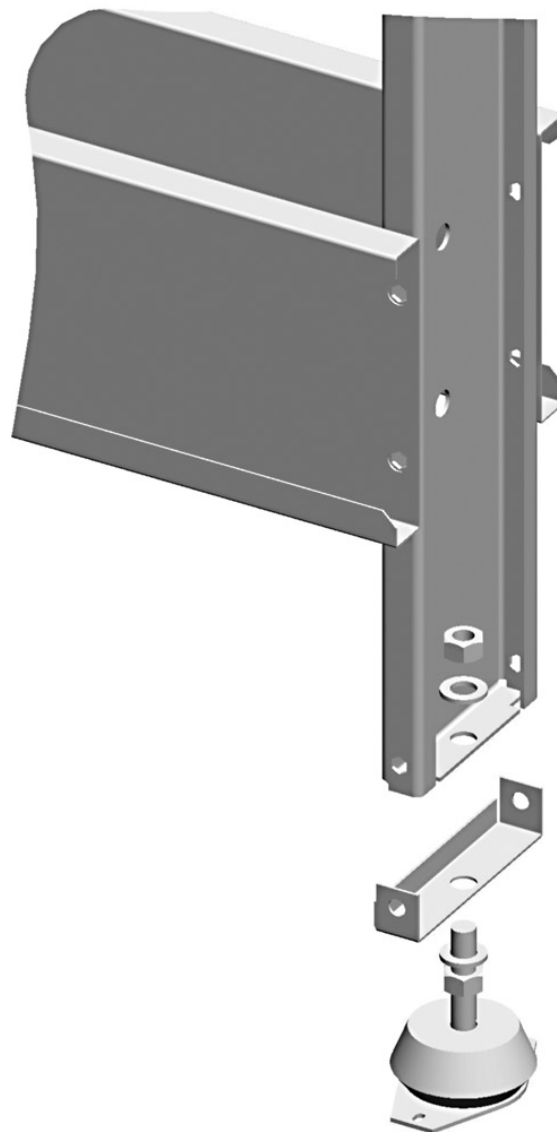

Abbildung 4
- 6.5 Das Gerät muss fest mit dem Untergrund verankert sein, nutzen Sie alle Befestigungspunkte. Um eine Geräuschübertragung zu verhindern, verwenden Sie ggf. Stoßdämpfer. Siehe Abbildung 4.